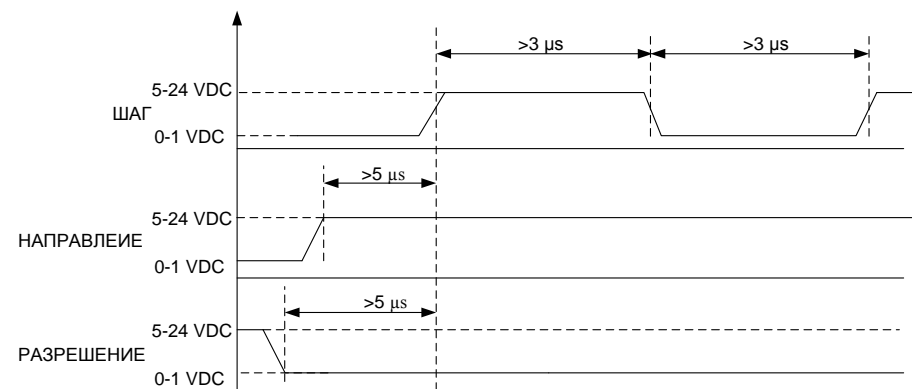

Рис. 3. Осциллограммы управляющих сигналов.
4. Для управления шаговым двигателем посылайте требуемые логические сигналы «ШАГ» (вход STEP+/STEP-), «НАПРАВЛЕНИЕ» (вход DIR+/DIR-), «РАЗРЕШЕНИЕ» (вход EN+/EN-) в соответствии с рис. 3. Поворот вала на один шаг или часть шага осуществляется по фронту сигнала «ШАГ». Изменение направления вращения осуществляется изменением уровня сигнала «НАПРАВЛЕНИЕ». Отключение обмоток двигателя осуществляется по фронту высокого напряжения на входе «РАЗРЕШЕНИЕ».